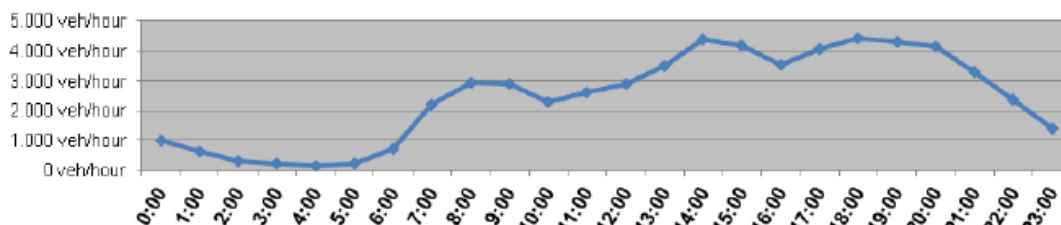
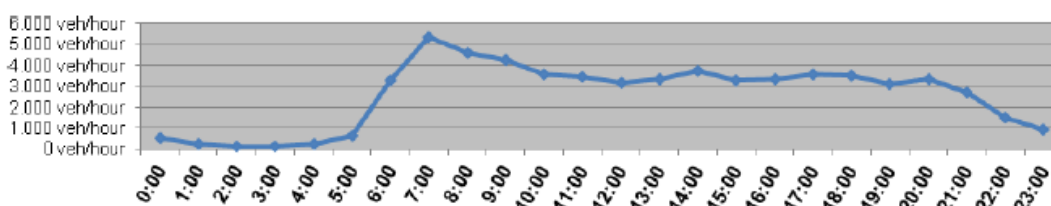

Figura 9 – Distribución de tráfico horaria en el ramal principal – días laborables – sentido Badajoz
Figura 10 – Distribución de tráfico horaria en el ramal principal – días laborables – sentido Madrid
- Distribución de tráfico horaria en días laborables en el ramal principal: **(Figura 9: sentido Badajoz) – (Figura 10: sentido Madrid).**